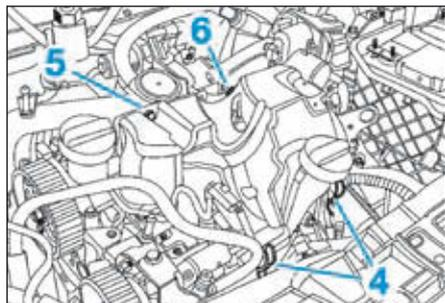

FIG.73
- Dégrafer le cache de protection moteur (4) (Fig.73).
- la vis (5),
- l'écrou (6),